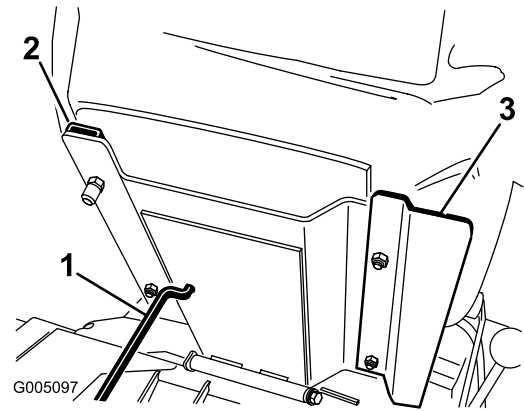

Figura 5
3. Fije el asiento, el panel del asiento y los raíles del asiento al soporte del asiento con las contratuercas (5/16 pulg.) (Fig. 6) suministradas con las piezas sueltas. Monte la placa del asiento en el lado derecho, colocada de la forma que se muestra en Figura 5.